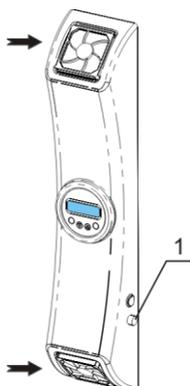

Fig. 8 Posizione dei filtri antipolvere
- Aprire il portafusibile situato sul del dispositivo (fig.8/1) girando il coperchio in senso antiorario servendosi di un cacciavite.
- 6.4. **Controllo/sostituzione del filtro antipolvere.** I filtri antipolvere posti alle due estremità del ricircolatore UV devono essere controllati ogni mese ed essere puliti o sostituiti in caso di ostruzione. Per controllare, sostituire o pulire i filtri, basta rimuovere i coperchi (fig.8/→) e, se necessario, montare i pezzi nuovi oppure risciacquare, asciugare e installare nuovamente i filtri in uso. Reinstallare i coperchi.